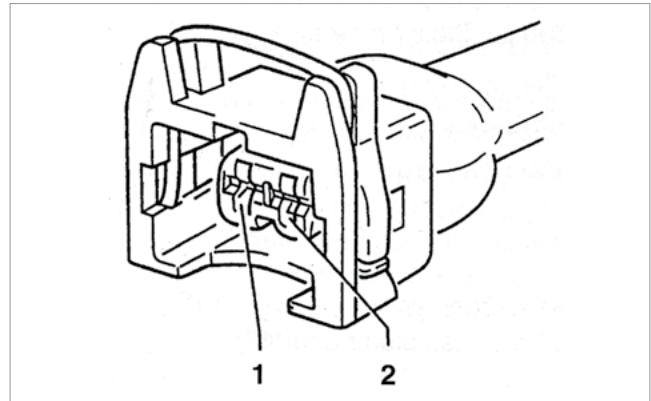

Рис. 5: Контакт 1 и 2 на клапане-преобразователе давления
- Измерьте напряжение между контактами и массой двигателя (см. рис. 5).
- Поскольку назначение выводов на разъеме клапана-преобразователя давления может быть различным, сначала необходимо определить, на какой вывод подается электропитание (см. рис. 5).